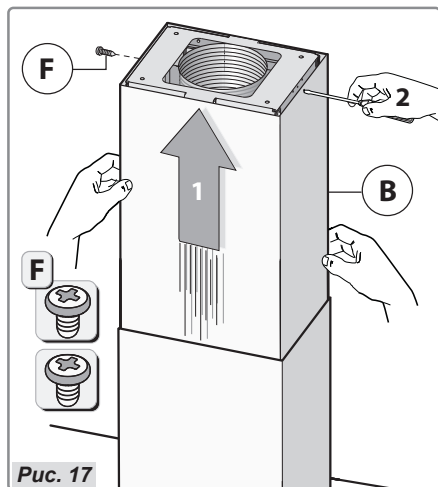

Рис. 17
- Подсоедините ствол **B** к потолочной плите с помощью двух винтов **F** (рис. 17).